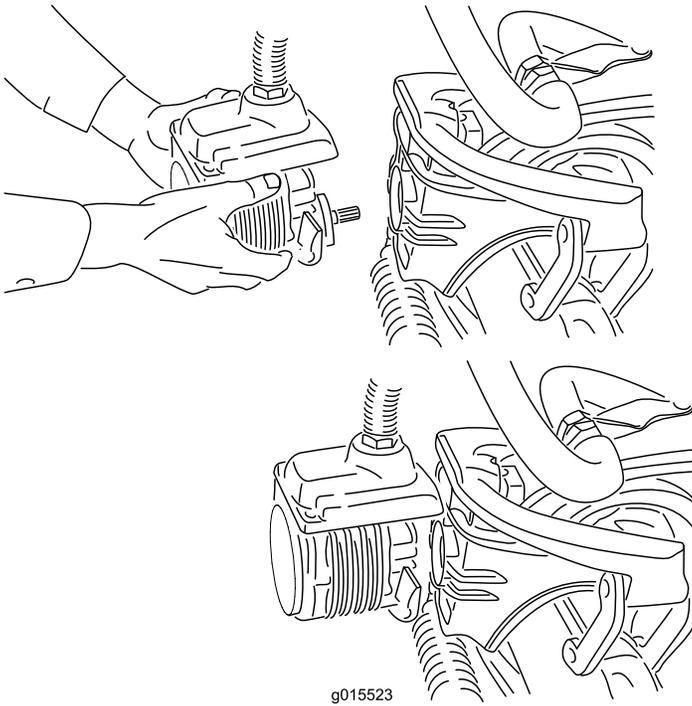

図 40
4. 外したモータは、サスペンションアームの前部にある一時保管位置にセットしておく図 40。